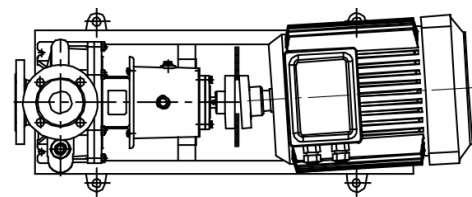

Figura 11a. Error de ángulo en el plano horizontal y ajuste
- Para controlar el error angular, la distancia entre dos partes del acoplamiento debe medirse mutuamente en los planos horizontal y vertical. Las medidas de holguras en estos cuatro puntos deben ser iguales (Figura 11a, 11b).
- La conexión a la red de la caja de bornas depende de la potencia nominal del motor, de la alimentación y del tipo de conexión. La conexión necesaria de los puentes en la caja de bornas se muestra a continuación (Tabla 3 ver Figura 11a, 11b, 11c).